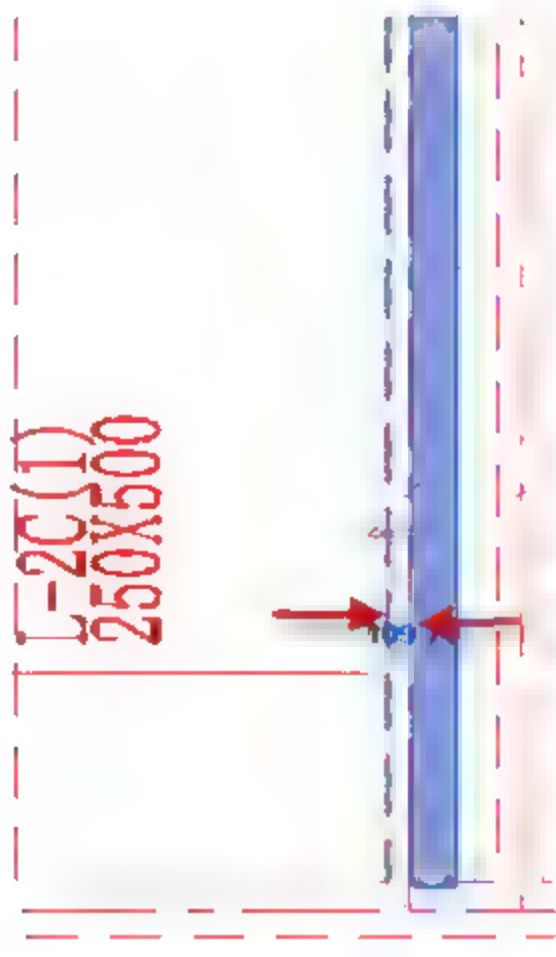

图 4.2.91 调整矩形梁的位置
(16) 调整矩形梁 L-2C 的位置，选中矩形梁 L-2C，按快捷键 M+V，移动矩形梁的位置，使其与梁线对齐，如图 4.2.91 所示。